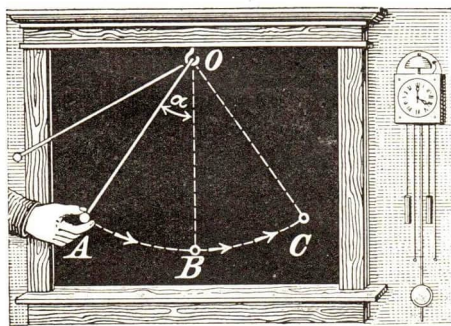

Abb. 28. Pendelschwingung
4. Die Eigenschaften des Pendels entdeckte schon Galilei 1583. Man studiert sie an einem Fadenpendel (Abb. 28). Dieses ist ein schwerer Körper, der an einem Faden schwingt.